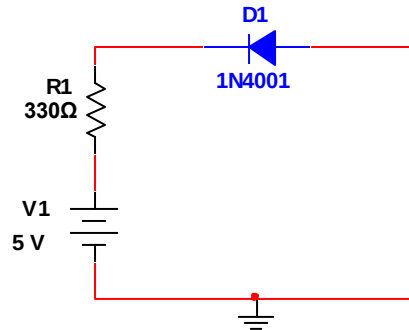

Figura 2.9. Diodo polarizado en inversa.
1. Arme en un protoboard el circuito mostrado en la figura 2.9, el cual consiste en un diodo polarizado en inversa.